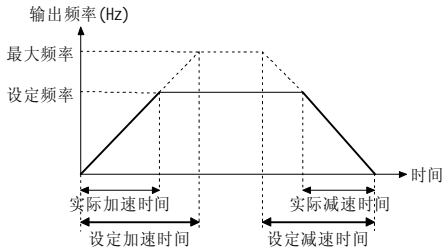

图 5-1-5 直线加减速
**说明:** 线性加减速是为一般通用负载所用，输出频率按照恒定斜率递增或递减，如图5-1-5所示。